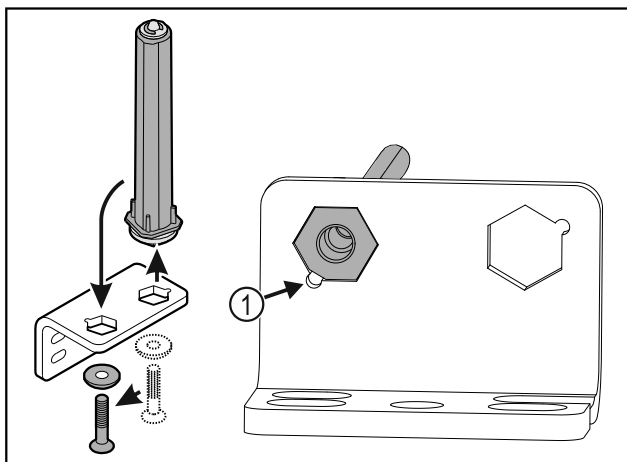

Fig. 37
- ▶ Verificare che durante l'inserimento lo smusso del perno Fig. 37 (1) sia rivolto verso il foro circolare.